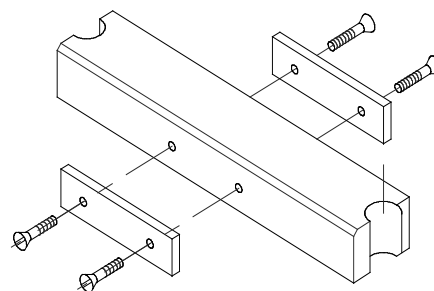

Figura 14.
2. Si la válvula está equipada con pletinas de apertura, afloje los tornillos de fijación (8 unidades) de las barras de apriete y saque las pletinas de apertura (Figura 14.).
2. Abra los tornillos (7.) entre las mitades del cuerpo de la válvula y desconecte la parte inferior del cuerpo. Si la válvula tiene patinas de apertura, desconéctelas (17.) de las barras de apriete superior (3.) e inferior (4.), 8 unidades de tornillos. (Figura 14).